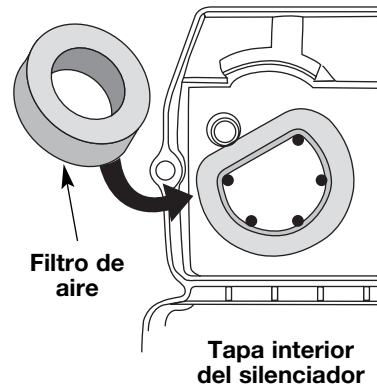

Fig. 26
6. Cambie el filtro de aire dentro de la tapa del filtro de aire / silenciador (Fig. 26).
2. Gire la tapa y ubique el filtro de aire adentro. Saque el filtro de aire de adentro de la tapa del filtro de aire / silenciador (Fig. 26).